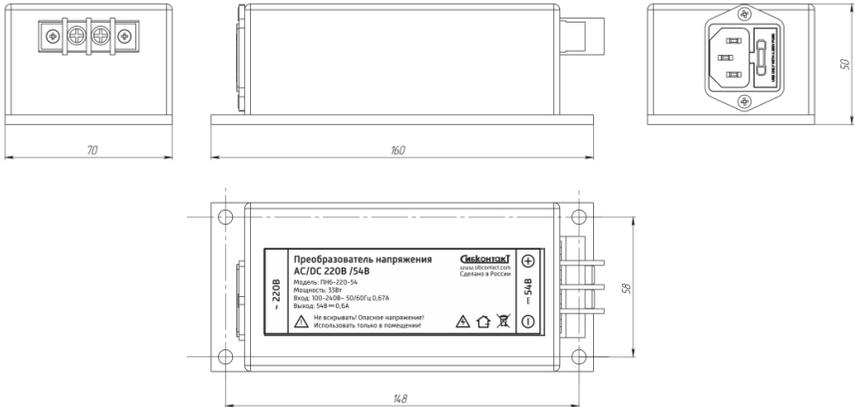

Рисунок 1 Внешний вид преобразователя
5.1 Конструктивно преобразователь напряжения ПН6-220-54 состоит из следующих основных элементов (см. Рисунок 1):